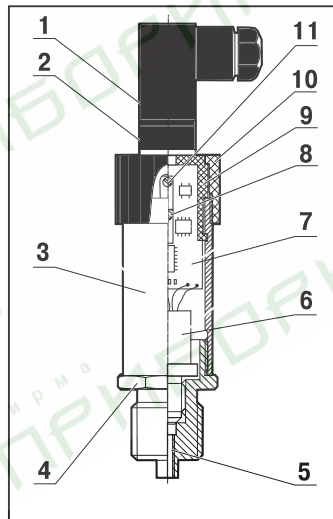

Рис. 1
3.1. Конструкция преобразователя представлена на рис. 1. Преобразователь выполнен в цилиндрическом корпусе 3, в нижней части которого расположен штуцер 4, предназначенный для присоединения клинн измеряемого давления, с резьбой, выполненной в соответствии с Приложением А, и выступом под ключ «27». В верхней части корпуса расположена «обойма» 9, которая крепится в корпусе с помощью специальных защелок, позволяющих ей вращаться вокруг своей оси (относительно корпуса 3). Для фиксации положения обоймы относительно корпуса служит крышка 10, которая навинчивается на наружную резьбу верхней части корпуса 3. На обойме установлена приборная часть 2 электрического соединителя типа DIN 43650С. В кабельной части 1 соединителя производится подсоединение проводов внешних электрических цепей с помощью винтовых зажимов (клемм) без применения пайки.
6.7. Подключение проводов линии связи к кабельной части соединителя (поз. 1 на рис. 1) преобразователя производится в следующей последовательности: